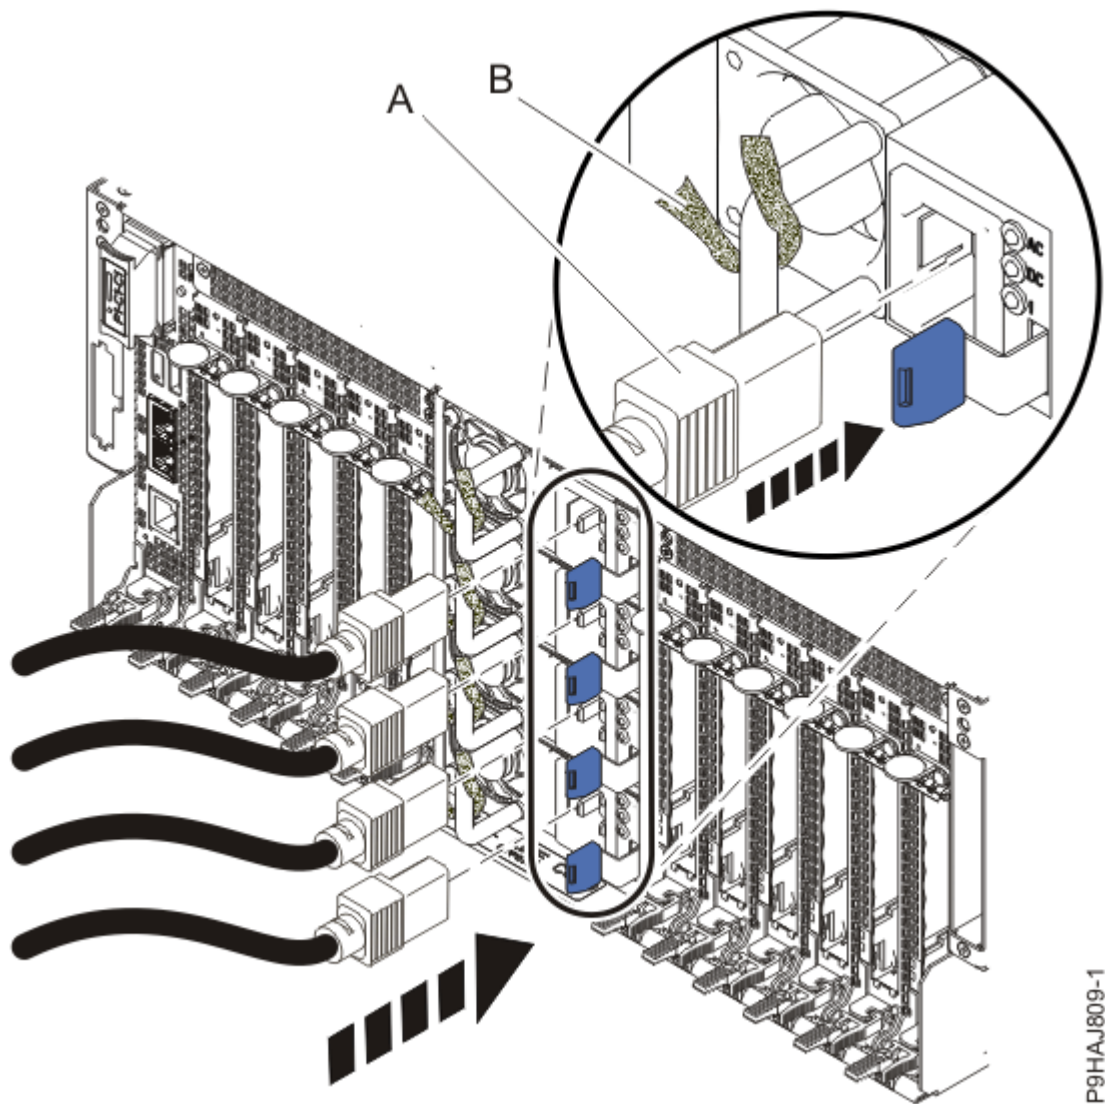

Figura 41. Conectando os cabos de energia e prendendo os cabos com prendedores.
6. Plugue os dois cabos de energia às fontes de alimentação (A). Consulte Figura 41 na página 52.
8. Conecte o fio e os cabos com abraçadeiras ou fitas de velcro (B), como mostrado na Figura 41 na página 52.